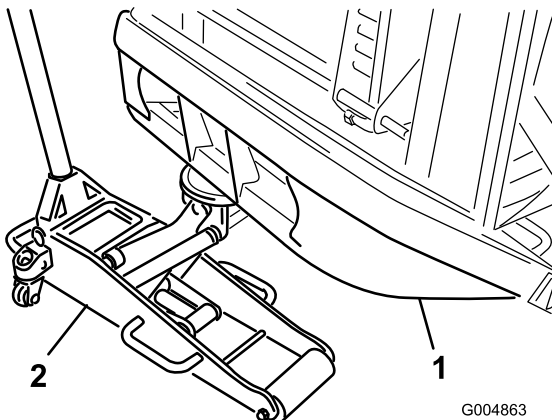

Figura 29
1. Coloque um apoio de solo adequado sob o tubo do para-choques traseiro, eleve a máquina e apoie-a em preguiças (Figura 29).